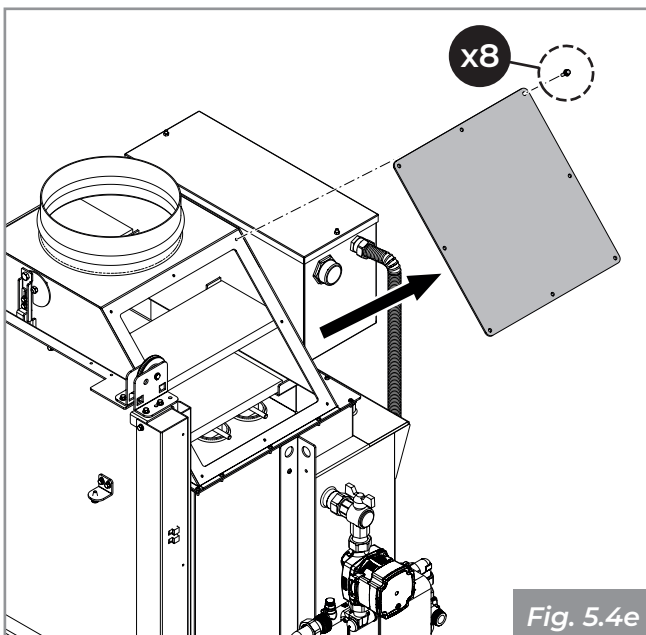

Fig. 5.4e
- Accéder au compartiment d'inspection du circuit des fumées en dévissant les vis du couvercle d'inspection de la hotte, situé sur le côté du circuit hydraulique (**Fig. 5.4e**) ;